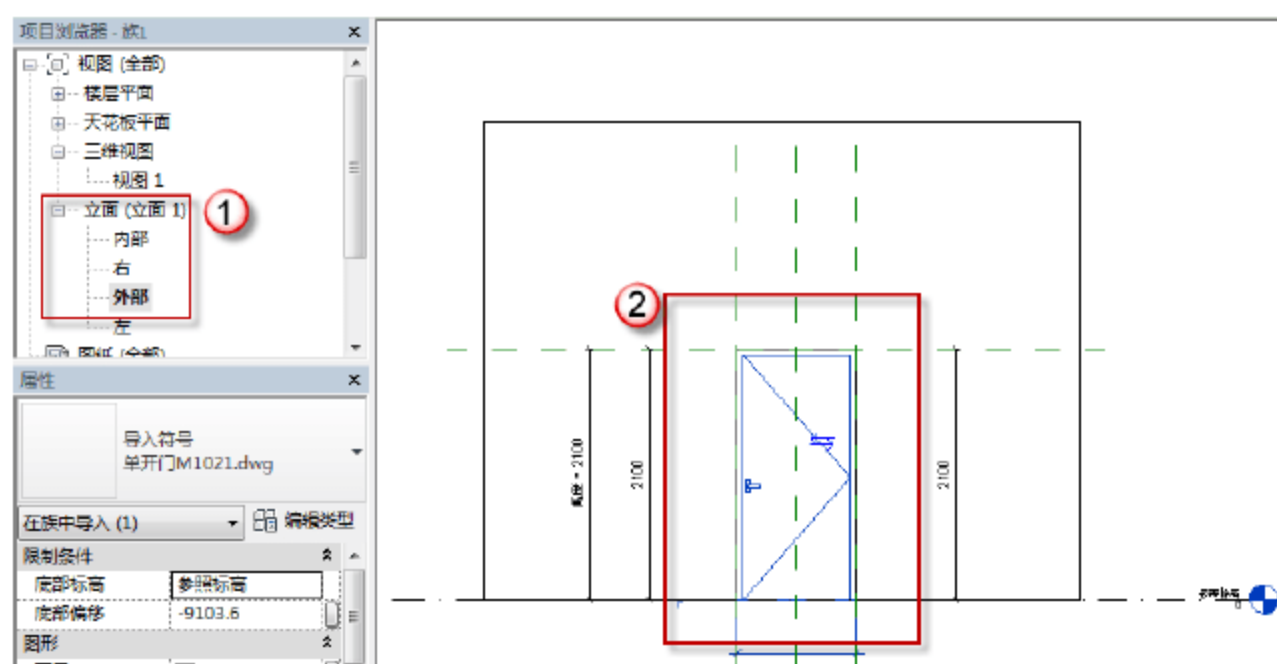

图 6.1.125 调整后的单开门 M1021.dwg
(8) 调整 CAD 图形。选定导入的“单开门 M1021.dwg” CAD 图形。按快捷键 M+V, 将“单开门 M1021”的导入 CAD 图形移动至如图 6.1.125 所示位置。